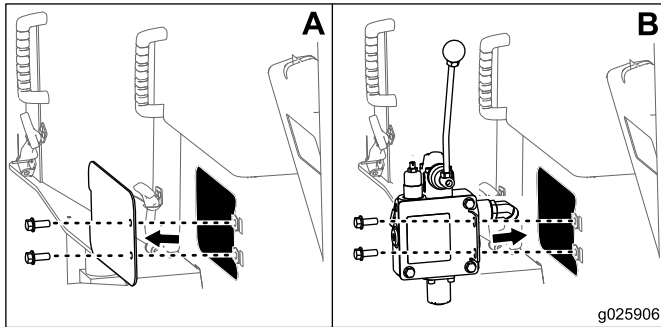

Figura 13
1. Acoplamiento de 45 grados (2)
2. Acoplamiento recto (3)
4. Usando los pernos del panel izquierdo, instale el conjunto de la válvula en la máquina (ver Figura 13).